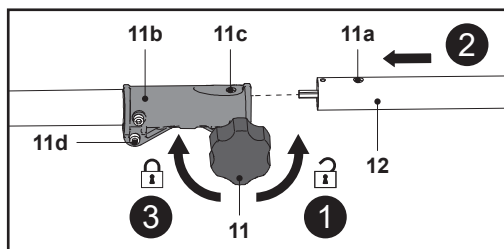

Fig. 1
1. Desserrer le bouton de verrouillage (11) dans le sens inverse des aiguilles d'une montre (Fig. 1, étape 1).
2. Aligner la perche inférieure (12) sur le manchon de verrouillage (11b) et l'insérer (Fig. 1, étape 2). Vérifier que la goupille (11a) coïncide avec l'alésage (11c).
4. Fixer le montage à l'aide du bouton de verrouillage (11) (Fig. 1, étape 3).